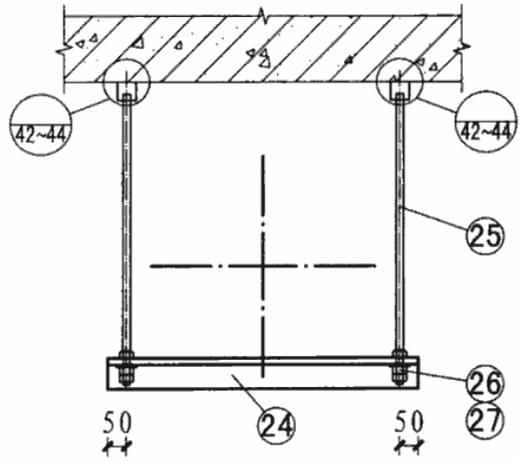
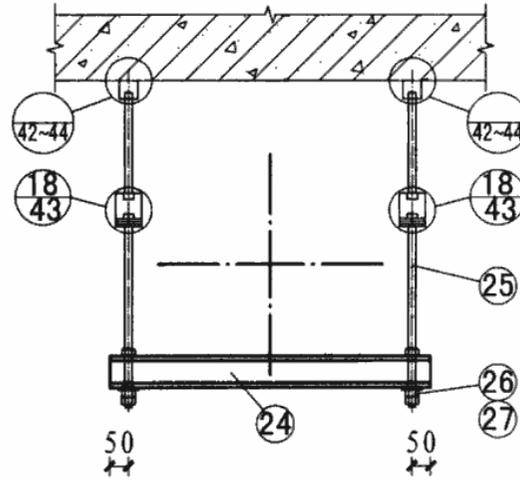
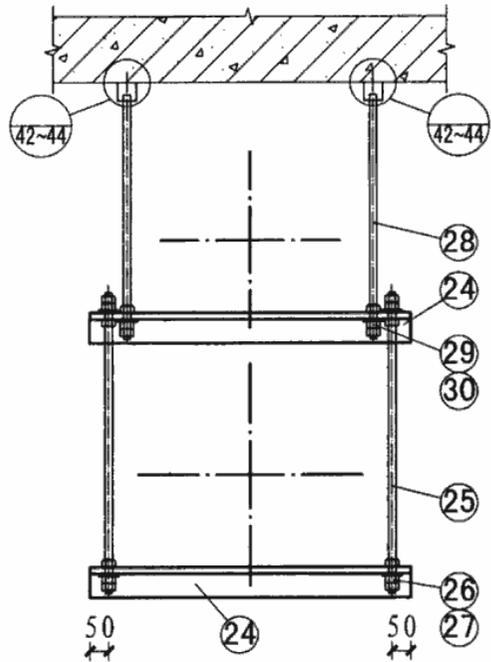
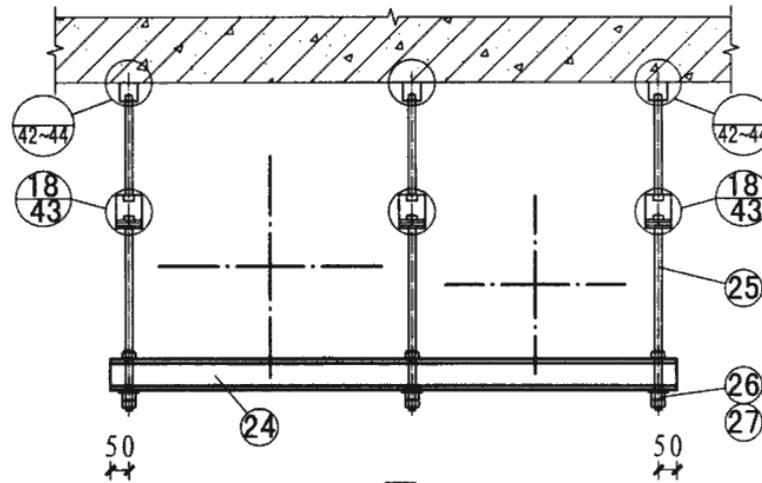

图1
图2
图3
图4
2. 图1、图3为无减振安装形式，图2、图4为减振安装形式。